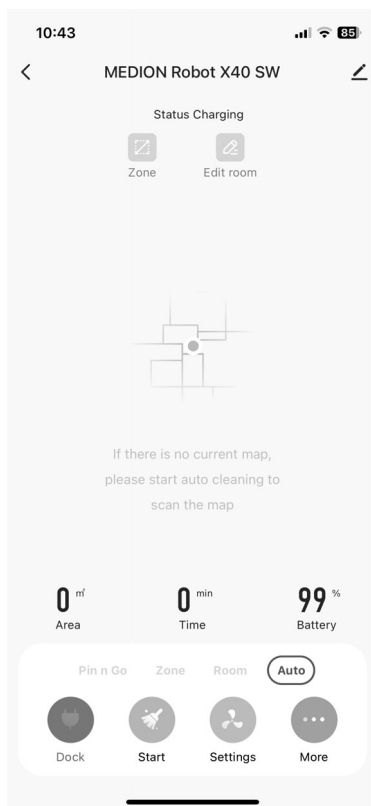

Fig. 11
El Robot Aspirador debe estar en modo de funcionamiento „**AUTO**“ (fig. 11) para el viaje de reconocimiento.
- ▶ Haga clic en el punto de selección „**START**“ en la zona inferior de la pantalla (fig. 11) para iniciar el viaje de exploración.